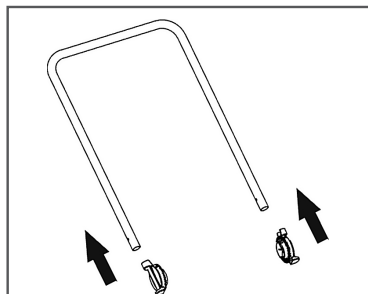

Рис. 2 Установка оснований нижней рукоятки
1. Установите на нижнюю часть рабочей рукоятки оба основания рукоятки (Рис. 2)